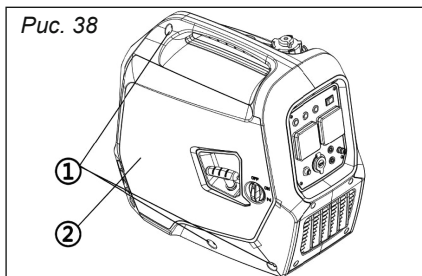

Рис. 38
1. Отвинтите винты ①, а затем снимите крышку ② и слейте топливо ③, *рис. 38.*